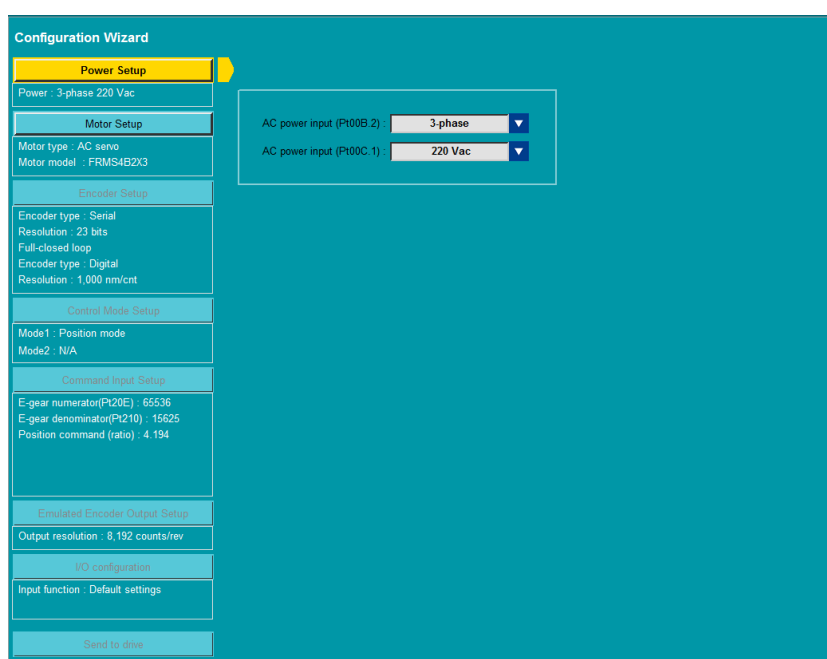

図6.1.1.1 Thunderの構成ウィザード
- Thunder 経由でセットアップパラメーターを設定することをお勧めします。ユーザーは、Thunder の設定ウィザードの指示に従って、制御モード、I/O 信号、および試運転用のパラメーターを設定できます。Thunder の構成ウィザードを図 6.1.1.1 に示します。